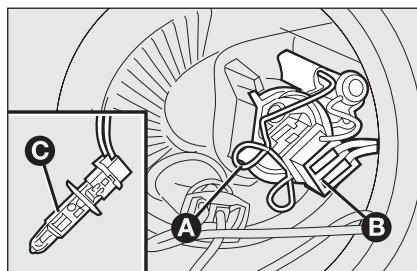

fig. 22
- ☐ sganciare la molletta fermalampada **A-fig. 22**;